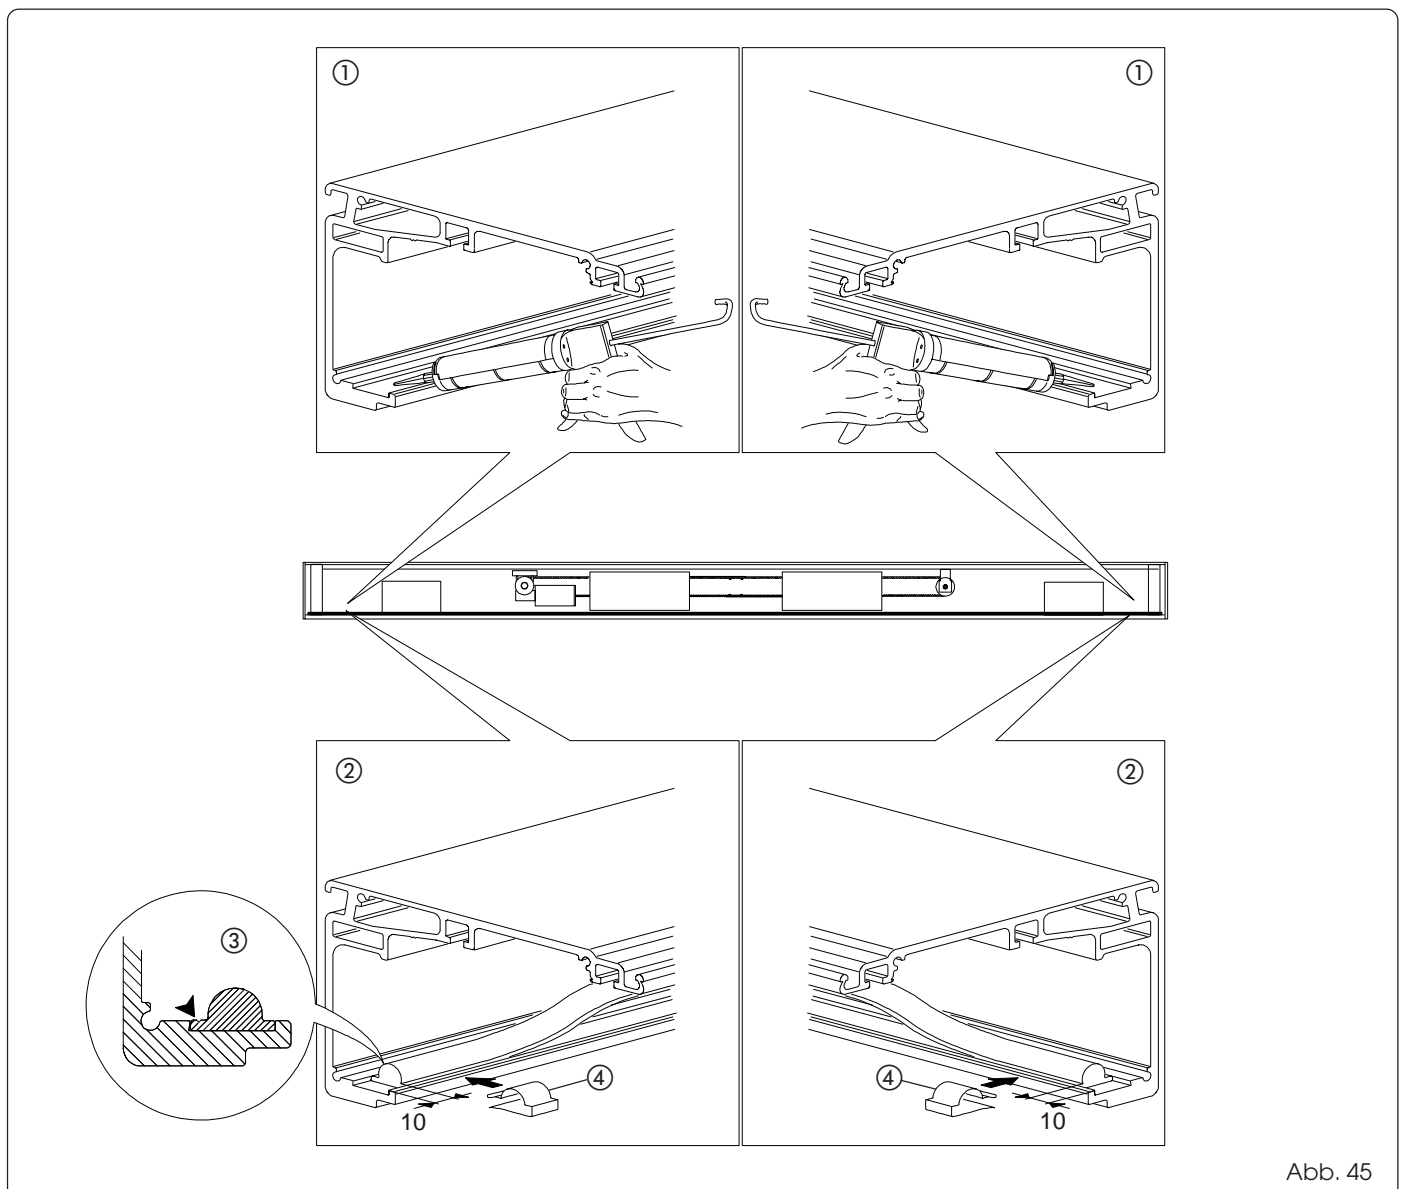

Abb. 45
Die Gleitführung 20 mm kürzer als das Stützprofil schneiden. Eine dünne Silikonschicht auf die Aufnahme auf dem Trageprofil auftragen (Abb. 45 Bez. ①) und die Führungsschiene so positionieren, dass ein Freiraum von 10 mm von beiden Seiten des Profils bleibt (Abb. 45 Bez. ②). Die Gleitführung gegen ihre Aufnahme gedrückt beibehalten und sicherstellen, dass sich keine Überstände bilden.
N.B.: Die Führung ist nicht symmetrisch ausgelegt. Die Seite mit der Rille muss zur Wand hin gerichtet sein (Abb. 45 Bez. ③).
Die Gleitführung mit Hilfe der im Lieferumfang enthaltenen Spannklemmen festsperrern (Abb. 45 Bez. ④).